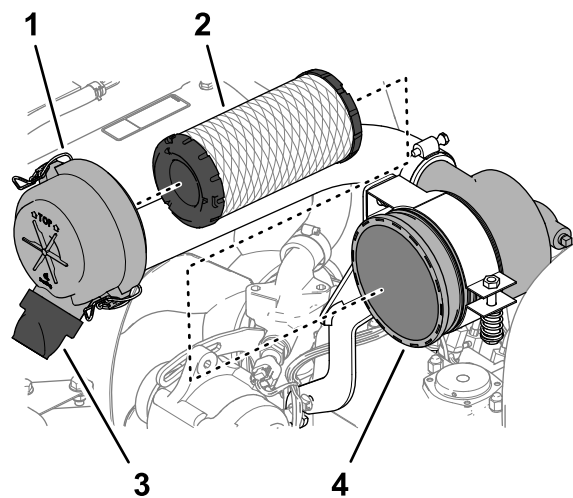

Figura 72
3. Rilasciate i dispositivi di fermo che fissano il coperchio del filtro dell'aria al corpo del filtro (Figura 72).
6. Rimuovete la cartuccia del filtro (Figura 72).
7. Rimuovete la valvola di uscita in gomma (Figura 72) dalla porta di espulsione della morchia del coperchio del filtro dell'aria.